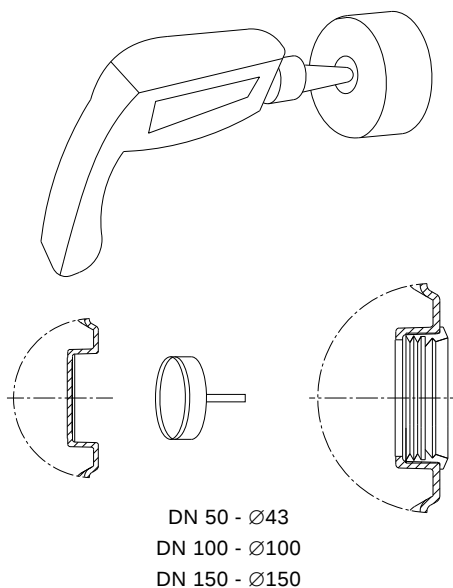

Рис. 16 Вырезание или сверление желаемых соединительных отверстий
2. Подготовьте отверстие входа Ø150. Используйте коронки для сверления Ø150 чтобы просверлить отверстие вдоль углубленной линии. См. рис. 16. Минимальная высота всасывания в резервуаре MLD примерно 560 мм. См. рис. 18.